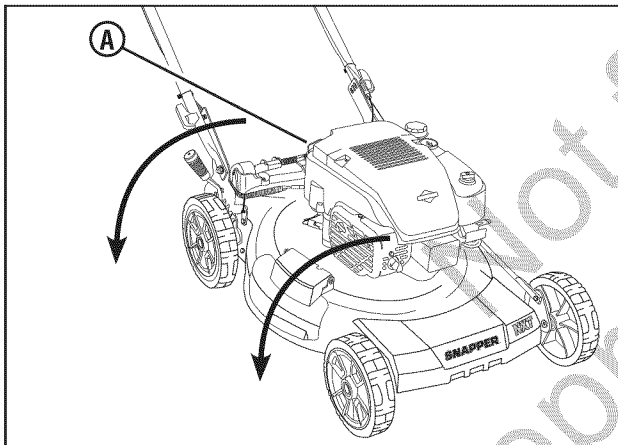

Figure 13 : Vidange de l'huile moteur
2. Enlever la jauge d'huile (A, Figure 13), puis basculer la tondeuse sur son côté. Permettre à l'huile de se vider du tube de remplissage d'huile dans un récipient approprié. Jeter l'huile usée de façon appropriée.